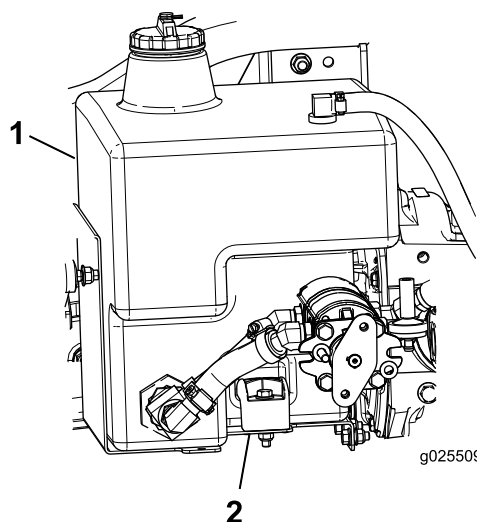

Figura 4
2. Rimuovete il raccordo diritto per consentire al fluido di fuoriuscire (Figura 4 e Figura 11). Gettate via il raccordo diritto.
3. Rimuovete il bullone e la staffa che sorreggono il serbatoio idraulico (Figura 4).